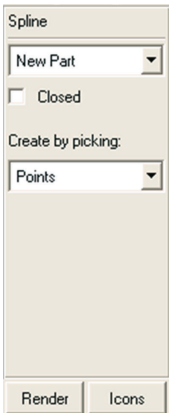

Figura 3.8 – Parâmetros definidos para a *Spline* do seguidor.
- Na parte inferior dessa caixa de diálogo, desative a opção *Closed*, conforme ilustrado na Figura 3.8. Os demais campos permanecem sem alteração.